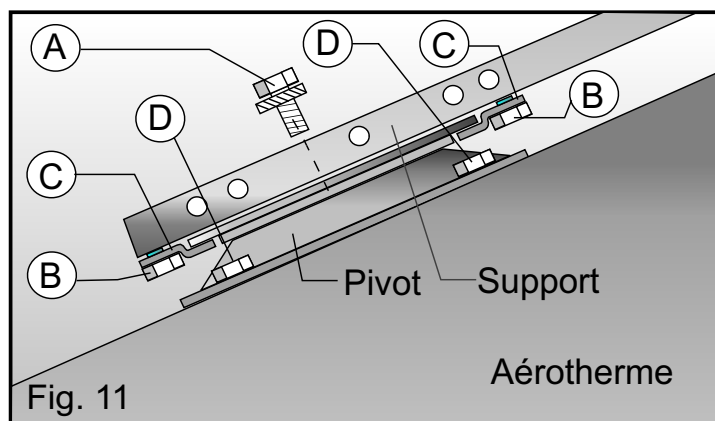

Fig. 11
- Mettre le pivot sur le dessus de l'aérotherme en dévissant les 4 vis Rep. D et en les remettant . (Fig11) .